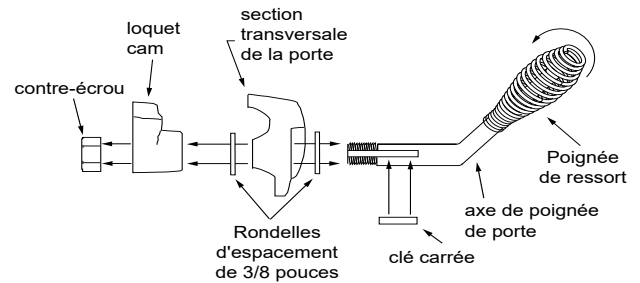

Figure 22.2
3. Placez une deuxième rondelle comme illustré à la **figure 22.2**.